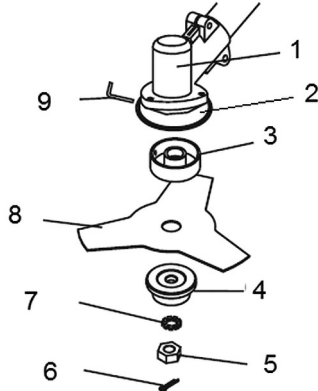
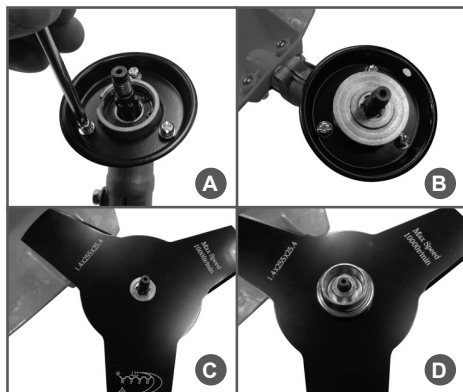
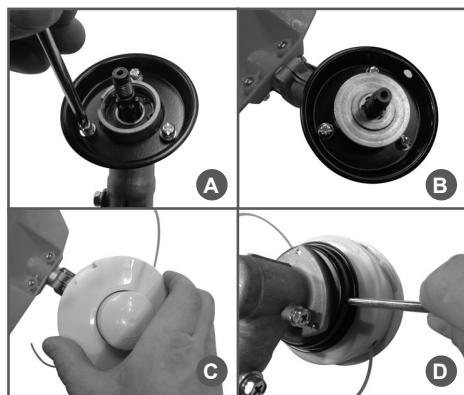

Рис. 3 Конструкция узла крепления ножа
Рис. 4 Установка ножа
Рис. 7 Установка триммерной головки
тора гайку 5, снимите стопорную 7 и прижимную шайбы 4, снимите защитную шайбу редуктора 3 (Рис. 3).
- Установите чашку редуктора 2 (Рис. 3) так, чтобы отверстие в чашке и выемка в корпусе редуктора встали друг напротив друга, и закрепите ее винтами (Рис. 4А).
- Установите защитную шайбу редуктора и совместите отверстие в чашке редуктора с отверстием на защитной шайбе редуктора (Рис. 4В).
- Установите в отверстие защитной шайбы редуктора стопор 9 (ключ шестигранный 4 мм) (Рис. 3).
- Установите нож 8 (Рис. 3) на защитную шайбу редуктора (Рис. 4С).
Для установки триммерной головки открутите гайку крепления ножа, снимите шайбу стопорную и прижимную шайбу ножа, как показано на Рис. 3, 7В и закрутите триммерную головку (Рис. 7С). Удерживая стопор, произведите окончательную затяжку триммерной головки (Рис. 7Д).